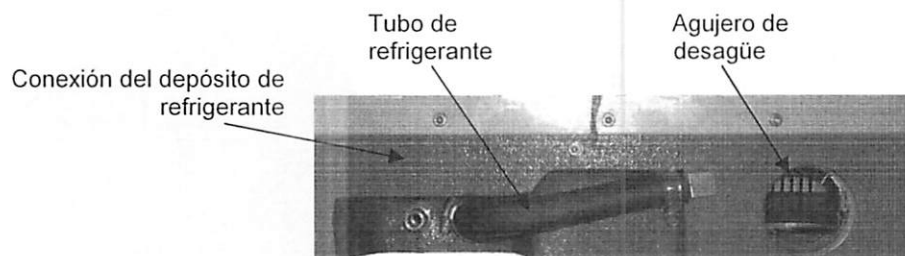

Figura 6. Conexión del tubo en la parte posterior.
2. Conectar el tubo de refrigerante a la conexión del depósito de refrigerante situada en la parte posterior de la cortadora abrasiva AbrasiMet 250 (ver figura 6).